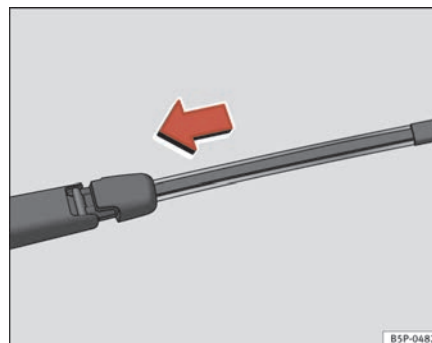

Fig. 163 Colocar la escobilla de limpialuneta
- Sitúe la escobilla, tal como se indica en la ⇒ página 236, fig. 163 y deslice el adaptador hasta que encaste.